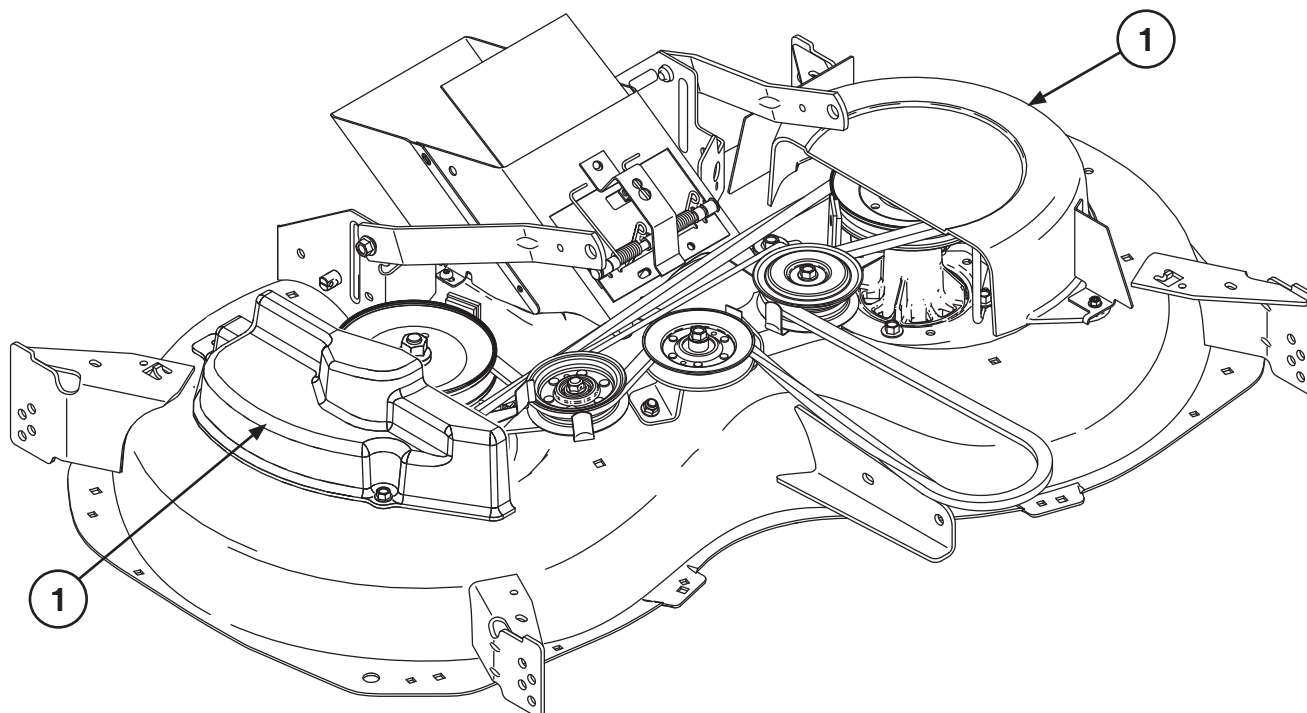

Fig. 8
- ⒸZ 11. Namontujte zpět kryty řemenic (1) (obr. 8)
- ⒽR 11. Ponovno postavite poklopce remenice (1). (sl. 8)
- ⒾI 11. Ponovno namestite pokrove jermenice (1) (Slika 8)
- ⒫L 11. Przymocować pokrywy koła pasowego (1) (rys. 8)
- ⒾK 11. Znovu pripevnite kryty remeníc (1) (obr. 8)
- ⒽU 11. Helyezze vissza a tárcsaborkolatokat (1) (8. ábra)